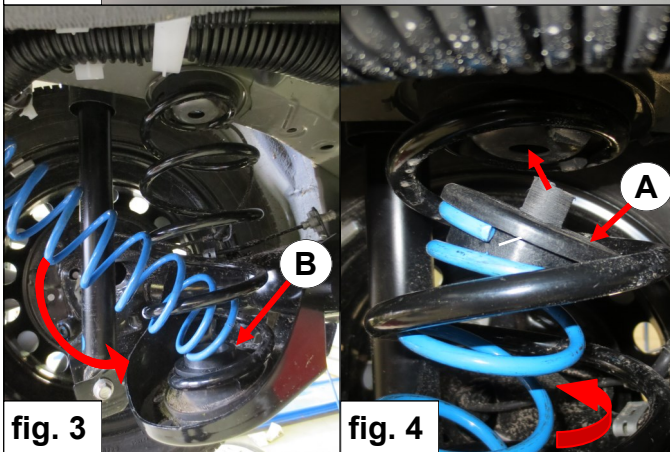

fig. 3
3. Plaats veerschotel B. Breng de hulpveer C met een kanten beweging in de hoofdveer. Zie fig. 3.